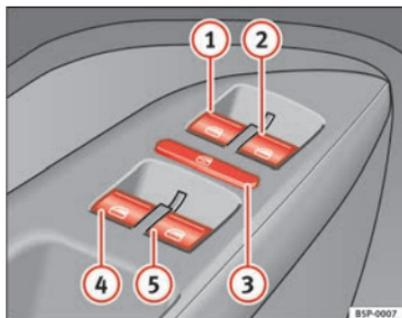

Fig. 67 Dettaglio della porta del conducente: interruttori dei finestrini anteriori e posteriori
I tasti ⇒ pag. 114, fig. 67 ① e ② hanno due livelli per l'apertura e due per la chiusura dei finestrini. In questo modo è più facile eseguire le operazioni di apertura e chiusura.